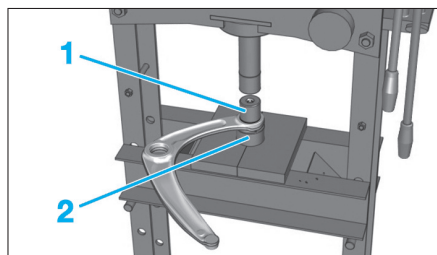

Fig. 18
- Positionner le bras inférieur sur une presse munie d'une cloche d'appui (1) et d'un tampon de montage (2) adaptés (Fig.18).